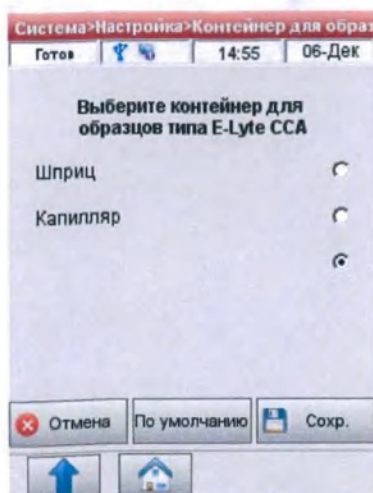

Рис.3-46 Выберите Образец Контейнер
3. Выберите Контейнер для образцов (Рис.3-46).